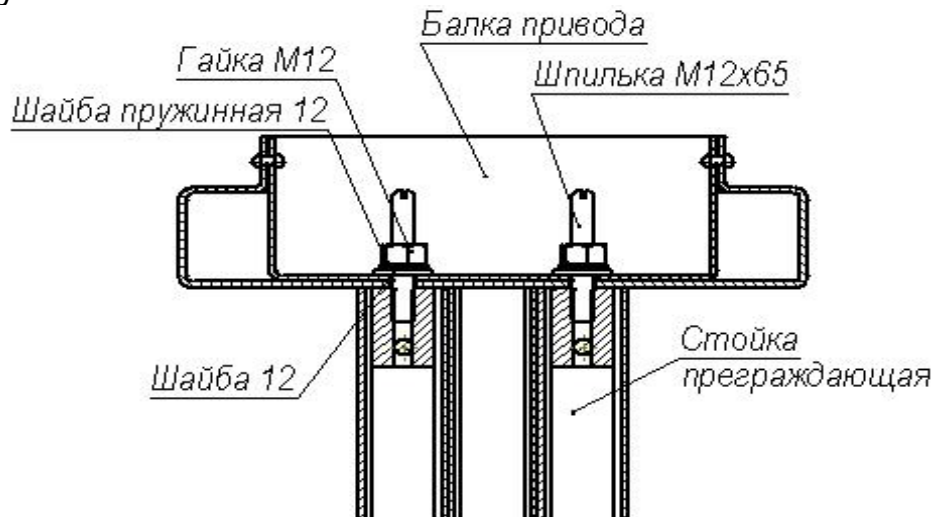

Рисунок 9 – Крепление балки привода (13) к стойке преграждающей (3)
8.2.8 Вверните две шпильки $M12 \times 65$ в верхнюю часть преграждающей стойки (3) (см. рисунок 9).
8.2.13 Поверните балку (13) концом, на котором расположена DIN-рейка (рис. 3), к преграждающей стойке (3), а другим концом — к секциям (6) и (7) формирователя прохода. Используя две стремянки, поднимите балку на высоту преграждающей стойки и обоприте её сверху на преграждающую стойку. Открепите концы кабелей от верхней планки преграждающей стойки (п. 8.2.9), пропустите их в отверстие балки и закрепите с помощью липкой ленты внутри балки. Наденьте балку на две шпильки, расположенные на преграждающей стойке (п. 8.2.8), наденьте на каждую шпильку шайбу 12, затем шайбу пружинную 12 и зафиксируйте положение балки двумя гайками $M12$ (см. рисунок 9), накрутив их до середины выступающей части шпилек.